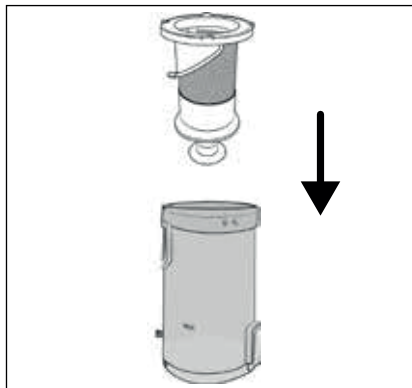

Fig. 26
- 6) Sæt filteret af rustfrit stål **6** ind i smudsbeholderen **7**, og tryk det helt ned (se fig. 26). Vær opmærksom på, at låsene på filteret af rustfrit stål **6** har forskellige størrelser. Filteret af rustfrit stål **6** kan kun sættes ind i én position i smudsbeholderen **7** på grund af disse låse.